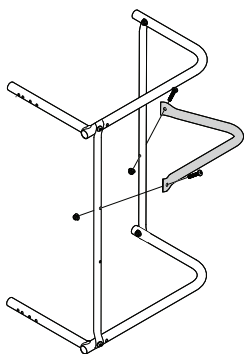

Figure 6
7. Fixez le tube coudé qui sert de support à l'adaptateur du tube flexible à la portion droite du cadre, comme illustré à la Figure 6, avec deux écrous et deux boulons.